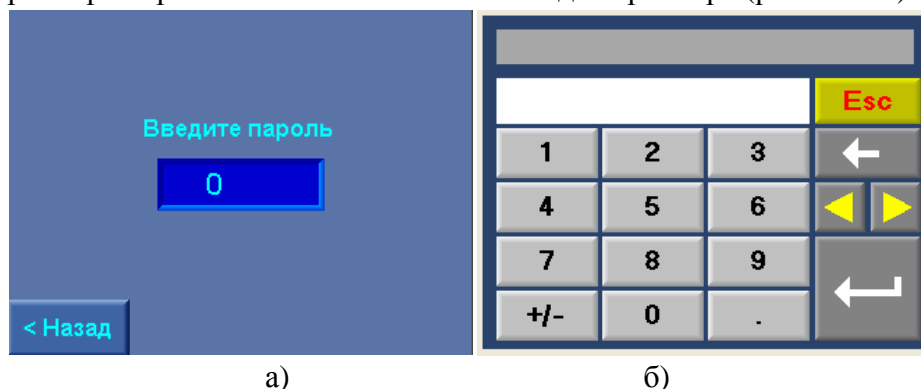

Рис. 10.1. Меню ввода а) параметра, б) пароля
Программирование значения параметра производится либо последовательным нажатием соответствующей клавиши экрана, либо нажатием на поверхность экрана пальцем в области изображения программируемого параметра. При этом появляется меню ввода параметра (рис. 10.1 а).
Ввод параметра производится последовательным нажатием на клавиши экрана меню (рис. 10.1 а). Разделительный знак между целым и дробным значением – «точка». Для «стирания» введенных символов необходимо последовательно нажимать клавишу «←».
Для программирования структуры комплекса необходимо в Меню перехода (рис. 7.2) нажать клавишу «Структура комплекса». В том случае, если пароль доступа первого уровня не введен (при его отличии от нулевого значения), система запрашивает ввод пароля, при этом производится переход к меню рис. 10.1 б).
2) значение таймера, определяющего время формирования отказа 0...999,99 секунды. Программирование таймера производится касанием экрана БУК в области его значения пальцем или стилусом. При этом появляется меню ввода (рис.10.1 а), в котором по принципу калькулятора записывается значение параметра. После нажатия клавиши «Ввод» меню – возврат к исходному меню.